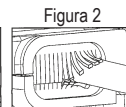

Figura 2
8. Para una mejor protección contra la lluvia, asegúrese de pasar los cables a través de la salida del cable y presione la cubierta firmemente hasta que se cierre (Figura 2).